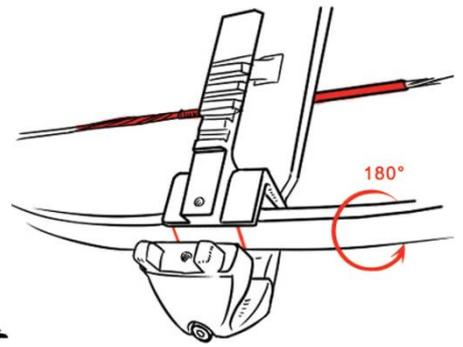

Рис.3
3. Поверните плечи на 180 градусов вниз, чтобы тетива легла на направляющую (Рис.3).